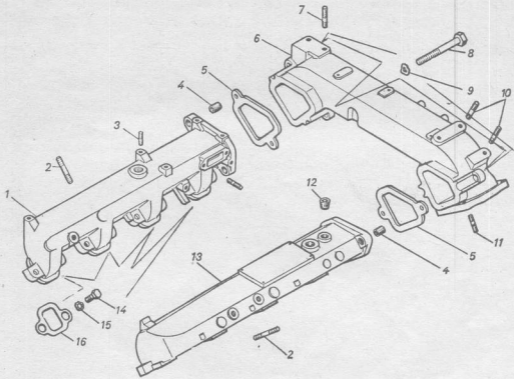

Рис. 25. Трубопроводы впускные:
77. Отвернуть болты 8 (Рис. 25) с волнистыми шайбами 9 крепления соединительного патрубка 6 к впускным коллекторам, снять патрубок 6 и прокладки 5. (Ключ гаечный открытый 17 мм, головка сменная 17 мм, ключ с присоединительным квадратом, отвертка 8,0 мм).